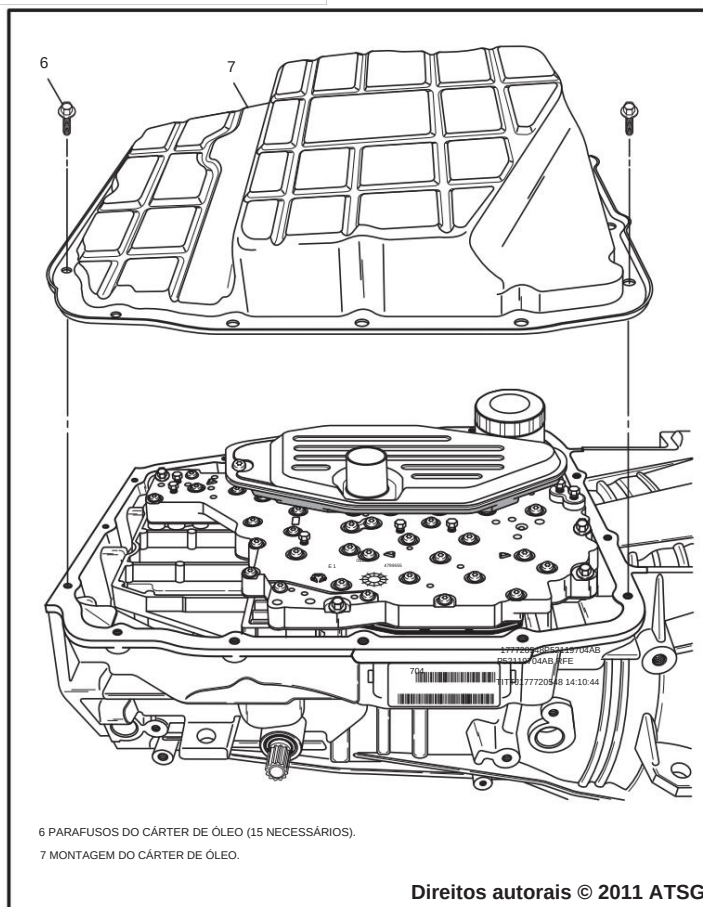

Figura 163
46. Aplique um cordão de silicone RTV na superfície da junta do cárter de óleo e instale o cárter de óleo na caixa de transmissão, conforme mostrado na Figura 163.
47. Instale os 15 parafusos de retenção do cárter de óleo, conforme mostrado na Figura 163, e aperte com torque de 12 N·m (105 pol.lb.).